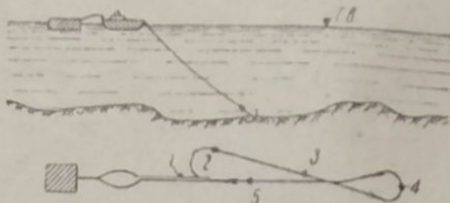

Рис. 2. Схема работы по финскому способу
При финском способе работы варповальный трос закрепляется за якорь (рис. 2). Судно отходит от кошель задним ходом по траектории (1), делает поворот (2) для движения по направлению (3). В точке (4) отдается якорь, судно поворачивает обратно к кошель и сматывает трос с варповальной лебедки. Судно движется по траектории (5) до плота, затем подчаливается к буксируемому предмету, и начинается процесс варпования. При подходе к точке (4) вынимается якорь, и процесс начинается снова.